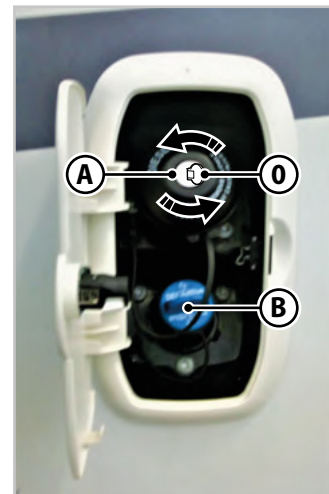

Fig. 5.7 - Tampa do depósito de combustível
Para abrir a tampa de combustível (Fig.5.7):
Para fechar a tampa do depósito de combustível (Fig.5.7):
Para abrir a tampa (**B** - Fig.5.7) do aditivo AD-BLUE, rodar a tampa no sentido anti-horário e retirá-la. Em seguida, proceder ao reabastecimento. Efetuar a operação inversa para a fechar.
1. Puxar a alavanca **A** (Fig.5.7 e Fig.5.8, varia consoante o modelo de veículo), situada à esquerda da coluna de direção, na direção da seta.